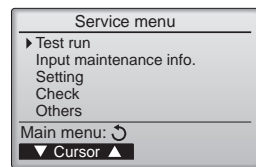

Fig. 7-4
- ③ Wählen Sie "Test run" (Testlauf) mit der Taste  oder , und drücken Sie dann die Taste . (Fig. 7-4)